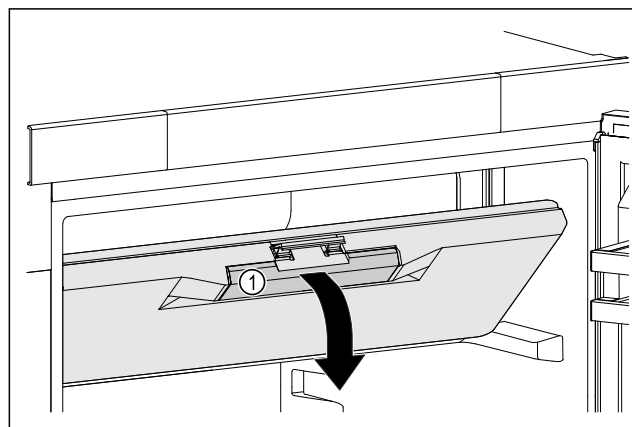

Fig. 23
- Возьмитесь за утепленную ручку Fig. 23 (1) на двери морозильного отделения.